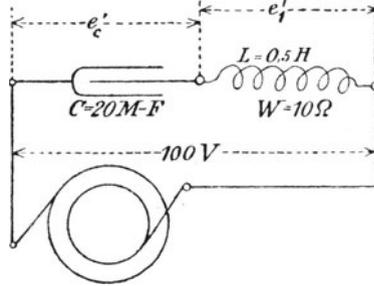

Fig. 126.
Wird ein Kondensator und eine Spule hintereinander geschaltet (siehe Fig. 126), so ist die Stromstärke
268. Ein Kondensator von 20 [40] (16) MF und eine Spule von 0,5 [0,4] (0,3) Henry bei 10 [8] (2) Ω Widerstand werden hintereinander geschaltet und an eine Klemmenspannung von 100 [120] (240) V und 50 [60] (180) Perioden angeschlossen (Fig. 126).